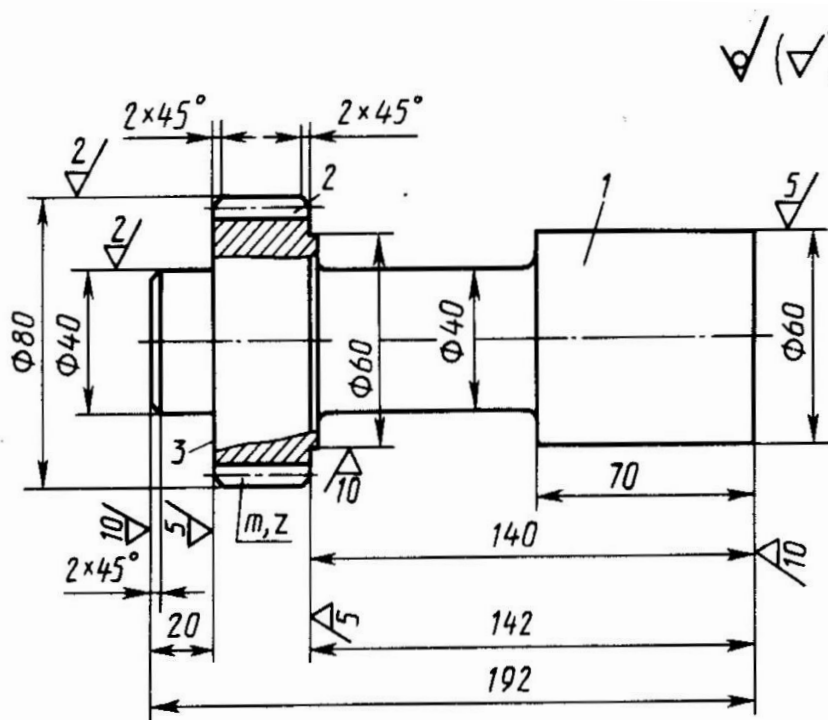

Рис. 27
2. Разработайте процесс изготовления поковки детали (рис. 27) методом горячей объемной штамповки на паровоздушном молоте. При выполнении работы следует: описать сущность горячей объемной штамповки и указать области ее применения; привести схему молота и описать его работу; установить температурный интервал штамповки и способ нагрева заготовки; составить чертеж поковки и определить ее массу; с учетом технологических отходов определить объем, массу и длину исходной заготовки; выбрать переходы штамповки и привести эскиз инструмента; перечислить все операции технологического процесса получения поковки, выполняемые в кузнечном цехе; описать механизацию технологического процесса штамповки. Материал детали – сталь 45.